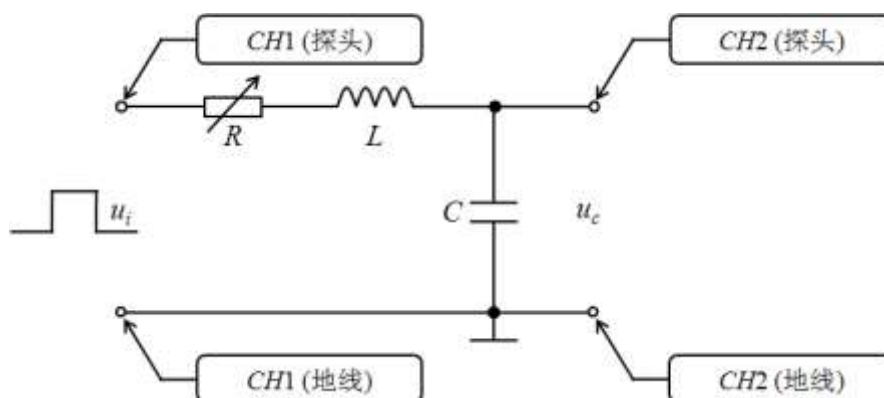

图 4.1
- 1) 测试电路如图 4.1 所示, R 为变阻箱, 电容 $C = 0.01\mu\text{F}$, 电感 $L = 2.7\text{mH}$ 。